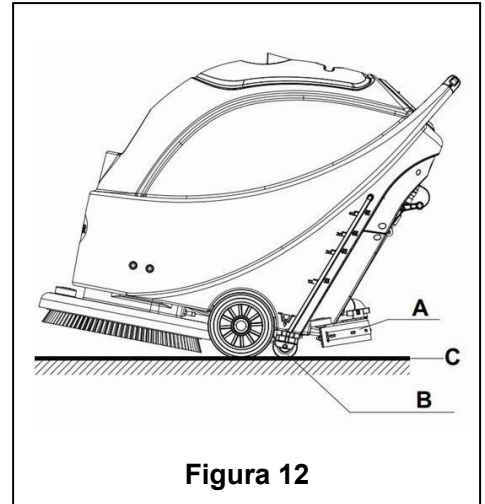

Figura 12
- Suelte el interruptor de seguridad (1) para apagar el cepillo / panel de la almohadilla y la válvula solenoide.
- Presione el interruptor de la Bomba de Aspiración (42) en posición "O" y la Bomba se demorará 5 segundos antes de dejar de funcionar.
10. Presione el interruptor de ajuste del volumen de flujo de agua (44) en posición "O" para detener completamente el funcionamiento de la válvula solenoide.
11. Presione el interruptor de encendido (41) en posición "O".
12. Use la palanca de elevación de la escobilla de goma (14) para levantarla.
13. Sujete el manillar (2) e incline levemente la máquina hacia atrás hasta que la rueda de guía toque el suelo. Véase la **Figura 12**.